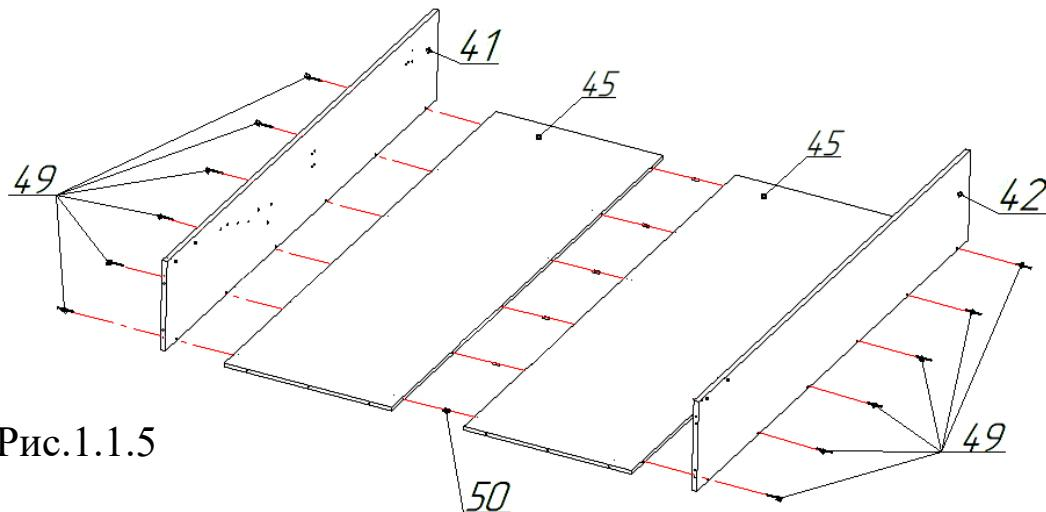

Рис.1.1.5
4) Состыковать стенки задние с помощью шкантов поз.50. Присоединить к стенкам задним поз.45 боковины поз.41 и поз.42 в соответствии с рис.1.1.5, используя винты-конфирматы поз.49.